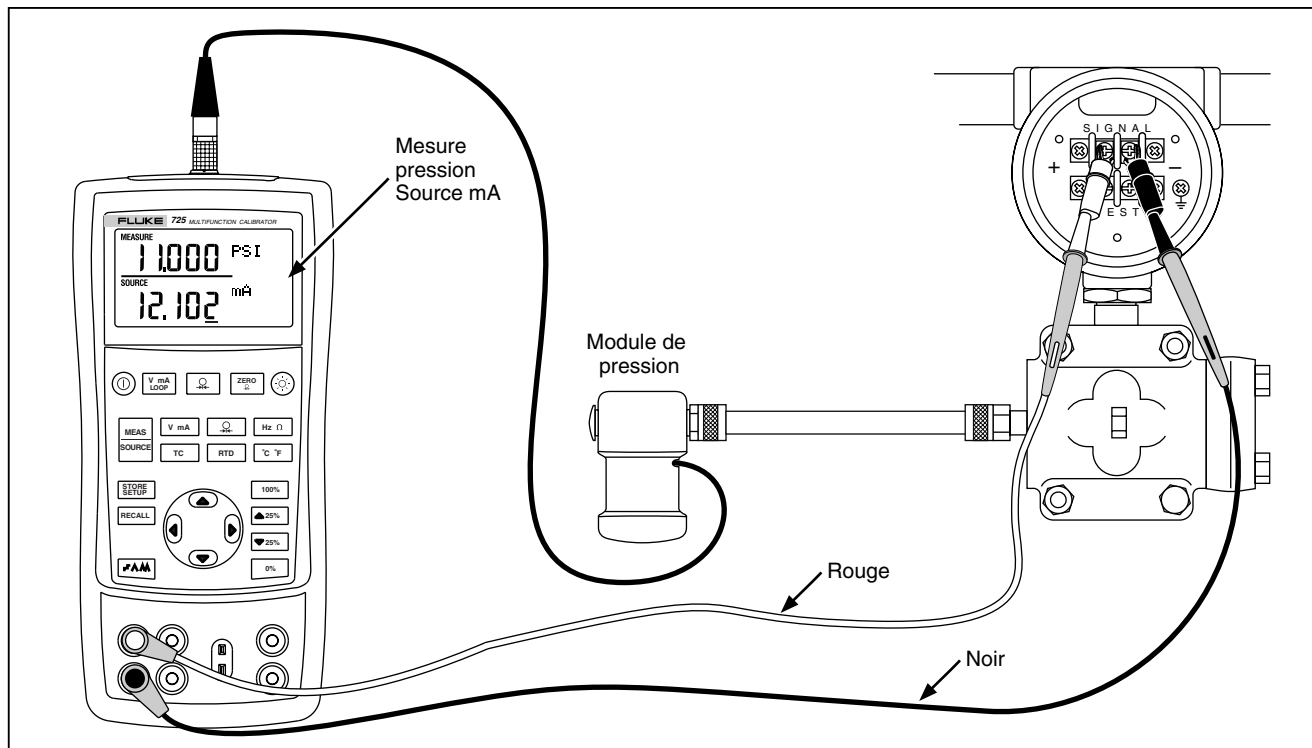

Figure 21. Calibrage d'un émetteur d'intensité/pression (I/P)
1. Raccordez les cordons de test à l'instrument contrôlé conformément à la figure 21. Ce branchement permet de simuler un émetteur d'intensité/pression et de mesurer la pression de sortie correspondante.